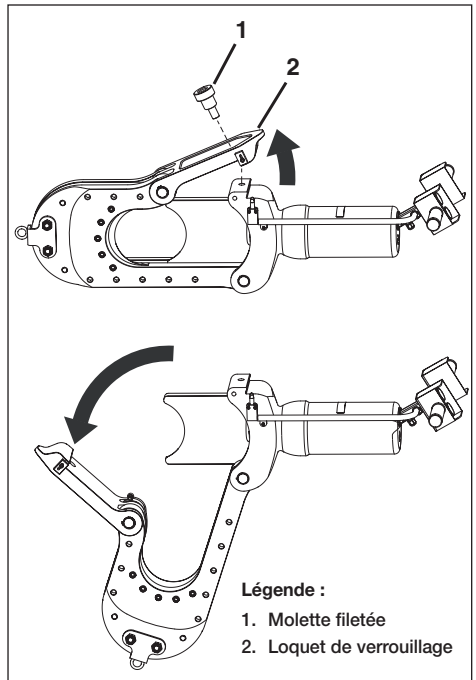

Figure 4, Ouverture de la tête de coupe
**Ouverture de la tête de coupe :** Dévisser la molette fileté (Figure 4, élément 1). Levez le loquet de verrouillage (Figure 4, élément 2) et basculez-le le long du corps de la cisaille. Puis, faites basculer le corps de la cisaille comme indiqué en Figure 4.